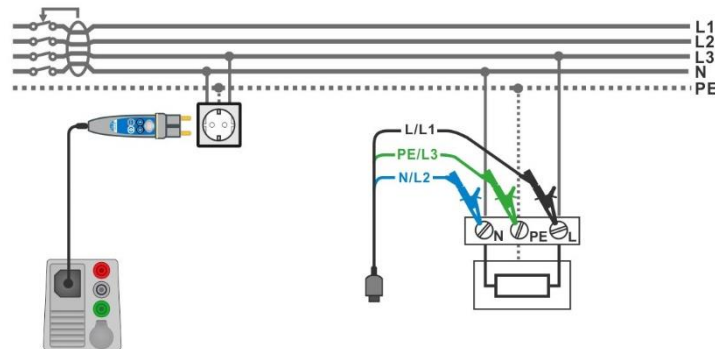

Abbildung 7.33: Anschluss des Commander-Prüfsteckers und die 3-Leiter Prüfadapter
- Verbinden Sie L, N und PE des 3-Leiter Prüfadapters oder des Commander Prüfstecker mit dem Prüfobjekt, siehe **Abbildung 7.33**.
- › Schließen Sie den 3-Leiter Prüfadapter oder den Commander Prüfstecker am Prüfling an, siehe **Abbildung 7.33.**
- Schließen Sie den 3-Leiter Prüfadapter oder den Commander-Prüfstecker am Prüfling an, siehe **Abbildung 7.33**.
- Wählen Sie die Funktion RCD Auto. - Stellen Sie die Prüfparameter / Grenzwerte ein. - Schließen Sie die Prüfleitungen am Prüfgerät an. - Schließen Sie den 3-Leiter Prüfadapter oder den Commander Prüfstecker am Prüfling an, siehe Abbildung 7.33. - Starten Sie die Messung.	Start Prüfung